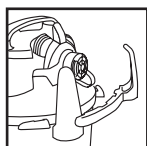

FIGURE 11
10. Avec l'arrière de l'appareil tourné vers vous, prenez le porte-tuyau et placez-le avec les onglets faisant face à l'arrière de l'appareil. **FIGURE 11.**